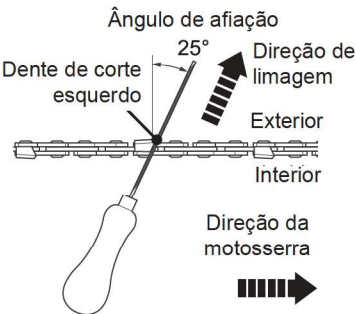

Fig. 51
- > Use a lima redonda (33) fornecida, com diâmetro 1,1 vezes a profundidade do dente de corte. Certifique-se de que 20% do diâmetro da lima fica acima do gume do dente.
- > Lime perpendicularmente à lâmina-guia, com um ângulo de 25° relativamente à direção do movimento (Fig. 51).